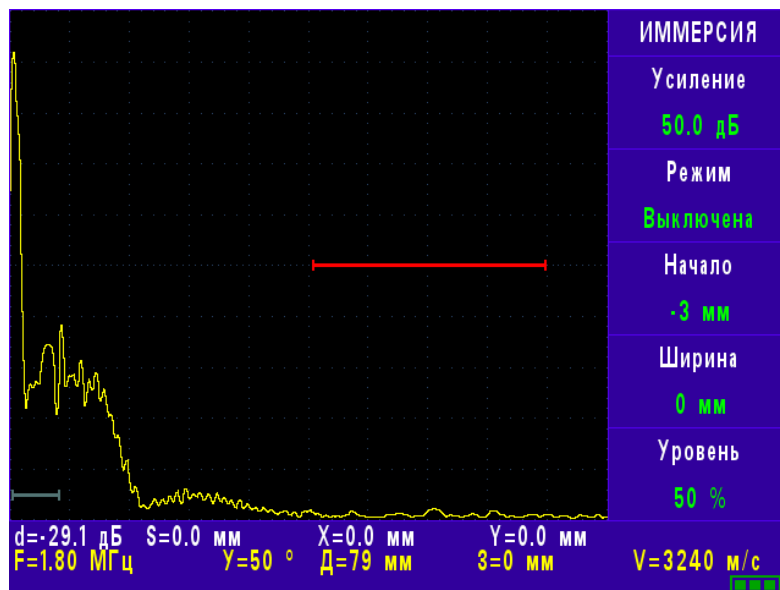

Рис. 5.22
5.5.16. Меню «ИММЕРСИЯ» содержит следующие параметры (рис. 5.22).